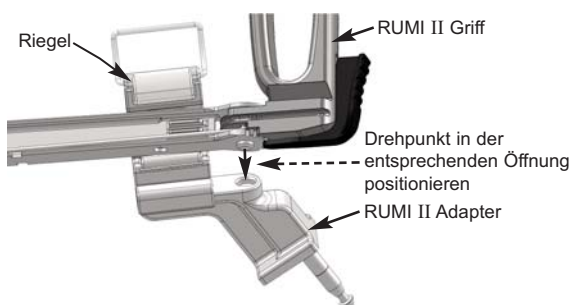

Abb. 2. Anschluss des RUMI II Griffs
1. Öffnen Sie den Riegel am Adapter (Abb. 2).
3. Positionieren Sie den Drehpunkt an der Unterseite des Manipulatorgriffs in der entsprechenden Öffnung des Adapters (Abb. 2).